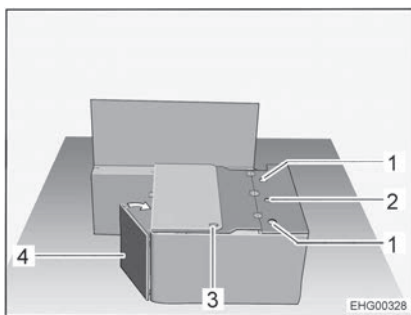

Fig. 40 Durante la trasformazione
- Ruotare la parete frontale della cassapanca (Fig. 40,4) in direzione della parete laterale.
- Tirare fuori la cintura di sicurezza con la fibbia attraverso l'apertura (Fig. 40,3) nel coperchio della cassapanca.
- Inserire lo schienale del sedile installabile nei supporti laterali (Fig. 40,1) e avvitare bene la vite della manopola nel supporto centrale (Fig. 40,2).